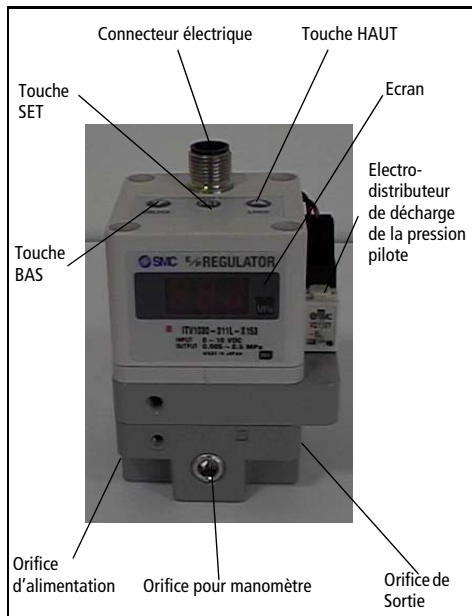

Fig 1
- Pour régler la pression mini (L'écran affiche F-1 Fig 1), utilisez les touches Haut/Bas (Fig 1). Pressez la touche SET (Fig 1) pour valider le réglage.
- Pour régler la pression maxi (L'écran affiche F-2), utilisez les touches Haut/Bas (Fig 1). Pressez la touche SET (Fig 1) pour valider le réglage.
- Pour régler la sortie 1 (L'écran affiche P 1), utilisez les touches Haut/Bas (Fig 1). Pressez la touche SET (Fig 1) pour valider le réglage.
- Pour régler la sortie 2 (L'écran affiche P-2), utilisez les touches Haut/Bas (Fig 1). Pressez la touche SET (Fig 1) pour valider le réglage.
Les touches sont bloquées après avoir connecté la source de courant, et ne peuvent pas être utilisées. L'écran affiche 'Loc' (Fig 1) en pressant les touches.
- 1) Pressez 'Bas' (Fig 1) durant plus de 2 secondes.
- 3) Pressez la touche 'set' (Fig 1) pour débloquent les touches.
**Note: Pour annuler, pressez la touche 'Haut' (Fig 1).**
- 1) Pressez 'Haut' (Fig 1) durant plus de 2 secondes.
- 3) Pressez la touche 'Set' (Fig 1) pour bloquer les touches.
**Note: Pour annuler, pressez la touche 'Bas' (Fig 1).**
Si une anomalie est détectée par l'ITV1000, l'écran (Fig 1) affiche 'Er' + un numéro de code. Isolez l'alimentation, résolvez le problème et remettez sous tension.
Pressez les touches Bas et Haut (Fig 1) ensemble durant plus de 3 secondes. L'écran affiche 'RES'. Débloquez les touches pour remettre les pressions mini, maxi et les sorties P1 et P2 aux conditions initiales.
Note: Si l'alimentation excède 30 mA, le capteur l'indique à l'aide de la LED (Fig 1) et il affiche 'Er 5'